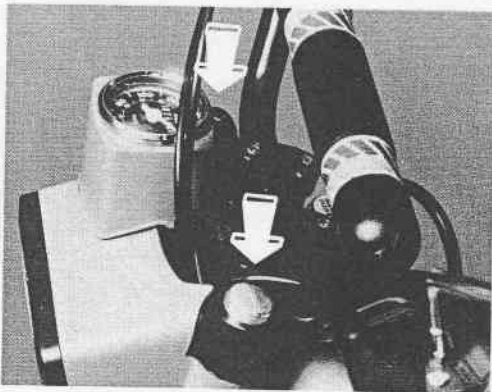

Fig. 17 - Bouchon de la fourche
- Démontez les bouchons de la fourche (Fig. 17) après avoir enlevé le dispositif qui supporte le compteur kilométrique;